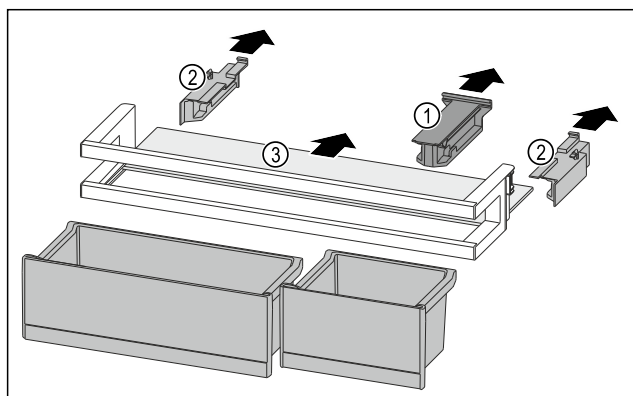

Fig. 88
- Retire la pieza de retención Fig. 88 (1).
- Retire las partes laterales Fig. 88 (2).
- Retire el estante Fig. 88 (3).